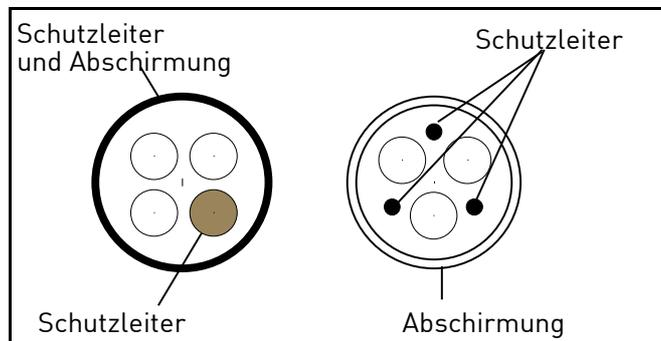

Abbildung 15.
- 2 = Symmetrisches Leistungskabel mit konzentrischem Schutzleiter für spezifische Netzspannung. (MCMK o. Ä. empfohlen). Siehe Abbildung 15.
- 3 = Symmetrisches Leistungskabel mit kompakter niederohmiger Abschirmung für spezifische Netzspannung. [MCCMK, EMCMK o.Ä. empfohlen; empfohlene Übertragungsimpedanz der Kabel (1 Mhz bis 30 MHz) max. 100 mOhm/m]. Siehe Abbildung 15.